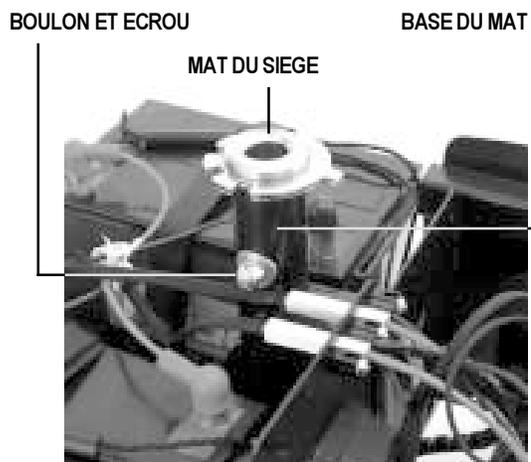

Figure 15. Réglage De La Hauteur Du Siège
3. Desserrez le boulon et l'écrou du mât à l'aide de deux clés 17mm. Retirez le boulon et l'écrou de réglage. Voir la figure 15.